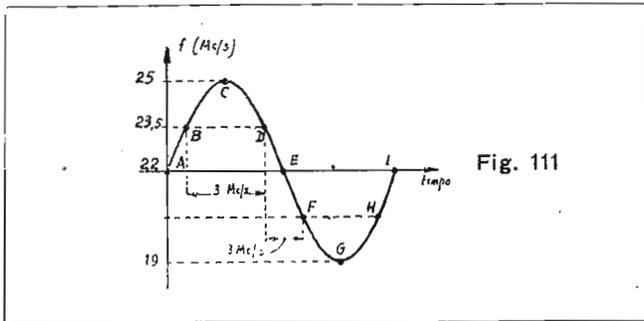

Fig. 111
Per comprendere come si ottiene l'oscillogramma della curva dei rispostai dei filtri di banda, conviene indagare anzitutto sul comportamento di un filtro di banda sottoposto ad una tensione modulata in frequenza. Si supponga, per esempio, che la curva rappresentativa di questa tensione, ossia il legame fra il valore istantaneo della frequenza ed il tempo, corrisponda ad una sinusside. Ciò può essere visto riportando sull'ordinata la frequenza e sull'ascissa il tempo. La curva spiega per esempio, tanto per fissare le idee, che nel tempo  $t_1$  tale frequenza è di 22 Mc/s, che nel tempo  $t_2$  (1/4 del periodo grafico) essa risulta di 25 Mc/s, che nel tempo  $t_3$  (1/2 periodo) è ancora di 22 Mc/s, che nel tempo  $t_4$  è invece di 19 Mc/s e che, nel tempo  $t_5$  (un periodo completo) è infine ancora di 22 Mc/s (fig. 111).
essere visto infatti nella fig. 111 che il tempo entro cui avviene la variazione di frequenza di 3 Mc/s compresa fra B e D è inferiore al tempo che occorre per andare con la medesima variazione di frequenza da D ad F.
Questo inconveniente non si verifica quando il raggio catodico è fatto variare con una tensione sinusoidale del tipo cioè precisato nella fig. 111, nel caso che l'ordinata sia riferita al valore di questa tensione anziché alla frequenza. Negli istanti di tempo precisati con A, E ed I il valore della tensione di deflessione è nullo ed il raggio catodico si trova ad occupare il centro dello schermo. Questa tensione è invece di valore crescente andando da A a C e provoca uno spostamento nel raggio catodico che raggiunge ovviamente il suo valore massimo in corrispondenza del valore massimo (C) raggiunto dalla tensione stessa. Segue uno spostamento in senso con-